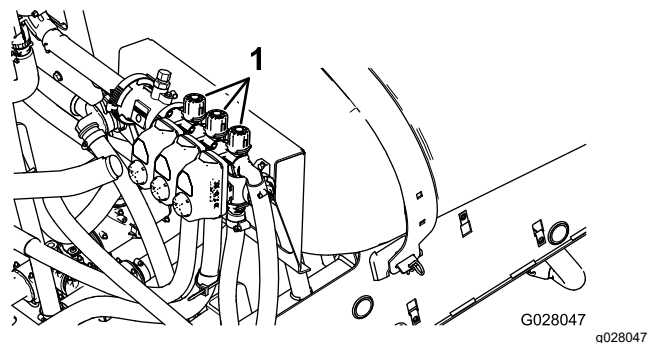

図 85
4. 右ブームバイパスバルブ 図 85 を使って、先ほどと同じ水圧一般的には 2.75 bar = 2.8 kg/cm² = 40 psiに調整する。
6. 中央ブームバイパスバルブ 図 85 を使って、先ほどと同じ水圧一般的には 2.75 bar = 2.8 kg/cm² = 40 psiに調整する。
2. 左ブームを OFF にし、ブームバイパスバルブ 図 85 を使って、先ほどと同じ水圧一般的には 2.75 bar = 2.8 kg/cm² = 40 psiに調整する。